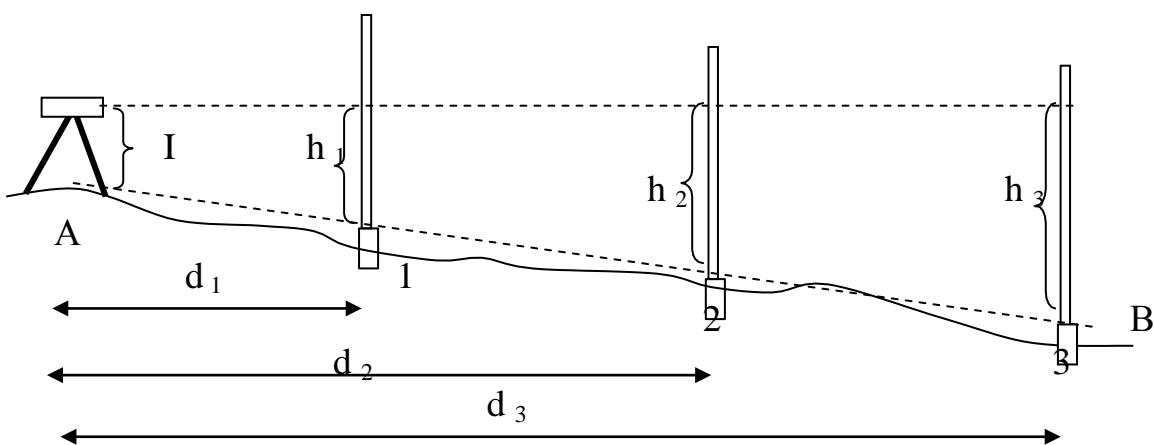

Рис. 21. Схема перенесения на местность линии заданного уклона
- 1) установить нивелир в рабочее положение над начальной точкой линии(рис. 21);
По трассе прокладывается нивелирный ход (рис. 21). Расстояние от нивелира до реек (плечо) при техническом нивелировании допускается до 120 м, неравенство плеч на станции не должно превышать 10 м. *Репер* (Рп) – исходная точка, высота которой известна. Точки ПК0 и ПК2, через которые происходит последовательная передача высот, являются *связующими точками*. Их отметки вычисляются через превышения. Точки ПК1, ПК3, ПК3+80 – *промежуточные точки*, их отметки вычисляют через горизонт прибора ГП. *Горизонт прибора* – это отметка визирной оси зрительной трубы. На станции точка считается *задней*, если ее отметка известна или может быть вычислена, *передняя* точка – это точка определяемая.